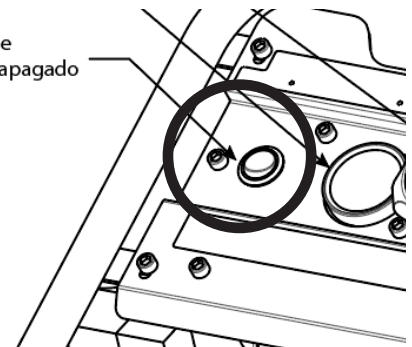

Figura 2
Interruptor de presión - El compresor se apaga automáticamente cuando la presión del tanque alcanza la presión máxima predeterminada. Después de que se usa el aire del tanque y se libera a un nivel bajo predeterminado, el interruptor de presión enciende el motor nuevamente de manera automática. El compresor no funcionará en la posición "Apagado" ("Off"). Este interruptor debería estar en la posición de "Apagado" ("Off") cuando conecte o desconecte el cable de poder a la tomacorriente. (Figura 2)
1. Si el enchufe del cable de alimentación de la unidad no le resulta familiar o no encaja en su tomacorriente, la Figura 2 le ayudará a entender por qué, ya que ilustra los diferentes tipos de enchufe y los voltajes con los que se utilizan.